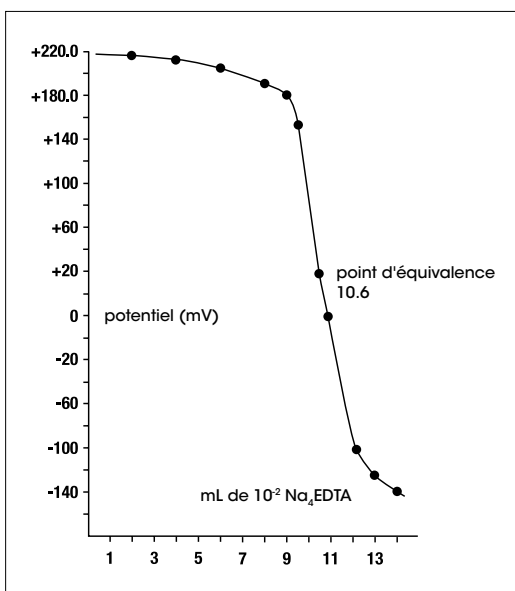

Figure 3 – Titrage type de 10^{-3} mol/L de $CuCl_2$ avec 10^{-2} mol/L de Na_4EDTA
2. Réalisez un titrage au point d'équivalence en utilisant un modèle de méthode de titrage au point d'équivalence standard disponible sur les titreurs Tx Excellence et G20 Compact. Le point d'équivalence du titrage correspond au point de la plus grande pente (point d'inflexion). Voir **Figure 3**.